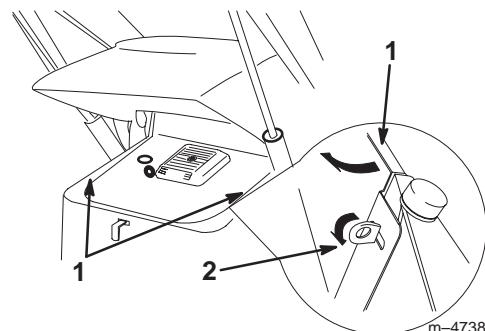

Bild 22
- Heben und drehen Sie die beiden Blockierungen auf der Innenseite des Seitengitters, bis sie mit den Schlitten im Gitter ausgerichtet sind (Bild 22).
- Schieben Sie die Schlitte im Gitter über die Blockierungen (Bild 22).
- Drehen Sie die Zungen und falten Sie sie nach unten, um das Gitter wieder zu befestigen (Bild 22).